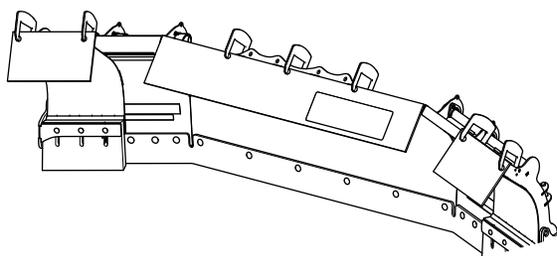

Figure 11
2. Serrez la bande longue sur le bord supérieur de la lame de déneigement (Figure 11).
3. Serrez les bandes courtes sur le bord supérieur des ailerons (Figure 11).